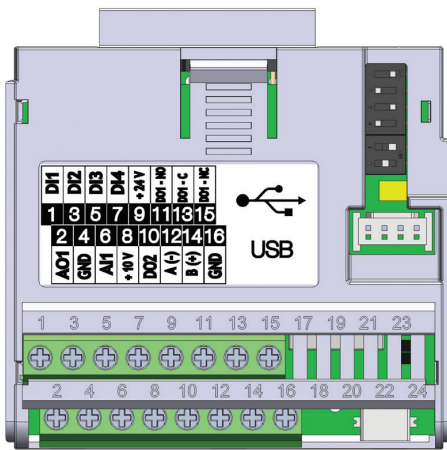

图 20.3: 插入模块CFW500-CUSB
CFW500-CUSB 插入式模块通过端子 12 (A1-) 和 14 (B1+) 处的 RS-485 端口提供串行 (1) 接口, 以及通过标准连接器处的 USB 端口提供串行 (2) 接口mini USB (mini B), 请参见 图 20.3(第20-1页)。